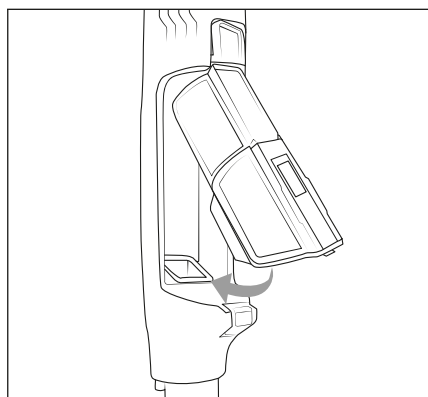

Fig. 21
- 8) Sæt først HEPA-filterbeholderen ⑤ og derefter støvbeholderen ⑦ ind i produktet (se fig. 21). Sørg for, at støvbeholderen ⑦ klikker på plads, så det kan høres.